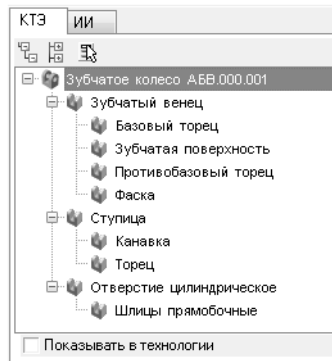

Рис. 8.4.
6. Аналогично тому, как был сформирован фрагмент дерева КТЭ для ступицы, сформируйте фрагмент дерева КТЭ для внутреннего отверстия. Фрагмент будет состоять из двух КТЭ: *Цилиндрическое отверстие сквозное с фасками с обеих сторон* и *Шлицы внутренние прямоугольные открытые*. Окончательный вид дерева КТЭ представлен на рис. 8.4.